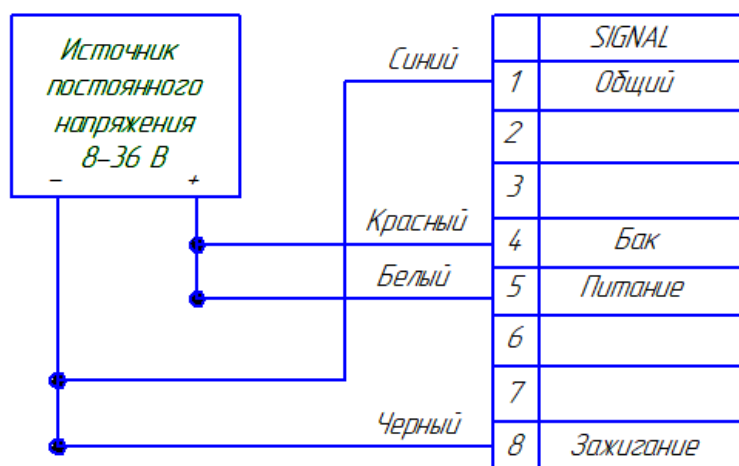

Рис. 3.4. Схема подключения терминала к источнику питания
1. Подключить терминал к постоянному источнику питания напряжением 8-36 В. Для этого на задней панели терминала найти разъем «Питание» и подключить к нему кабель согласно схеме, изображенной на рис. 3.4.